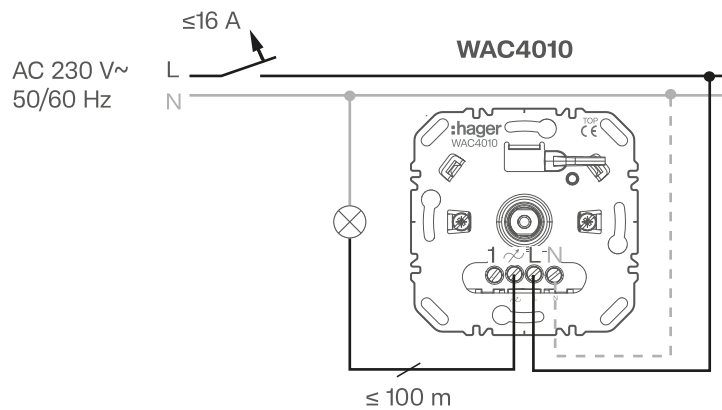
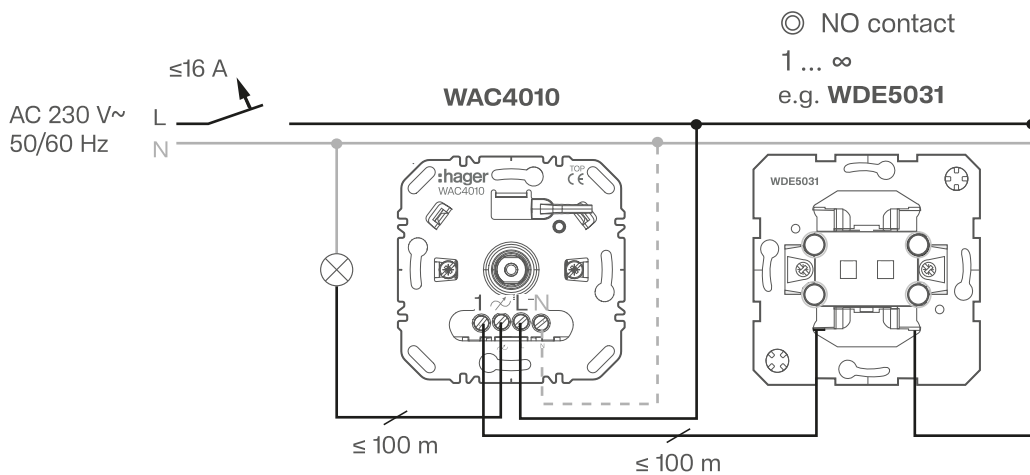

Bild 11: Anschlussbild
Bild 12: Anschlussbild mit optionaler Taster-Nebenstelle
- Gerät gemäß Anschlussbild anschließen (Bild 11 oder Bild 12).